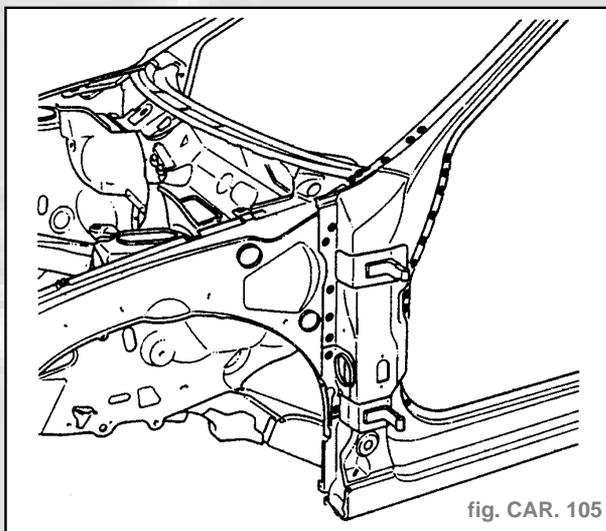

fig. CAR. 105
**Soudure** (fig. CAR. 105 et 106)